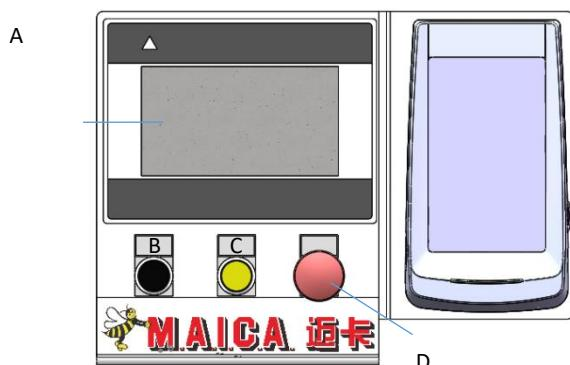
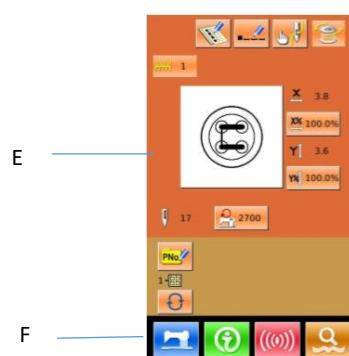

图 5.1 操作屏
图 5.2 锁眼机启动复位
- 启动完毕后，按机头复位键“F”（图 5.2），确保缝制部件无异常后，松开红色急停按钮“D”（图 5.1），按黄色复位键“C”（图 5.1），完成设备初始化。
After starting, press head reset button "F" (FIG. 5.2), make sure there is no abnormality in the sewing parts, release the red emergency stop button "D" (FIG. 5.1), and press the yellow reset button "C" (FIG. 5.1) to complete the initialization of the equipment.